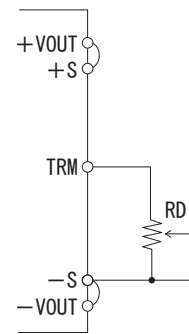

図4.5 出力電圧を低く設定する場合
- 図4.5のように接続することで、出力電圧を低く設定することができます。外付け抵抗RDは、次の式によって計算できます。